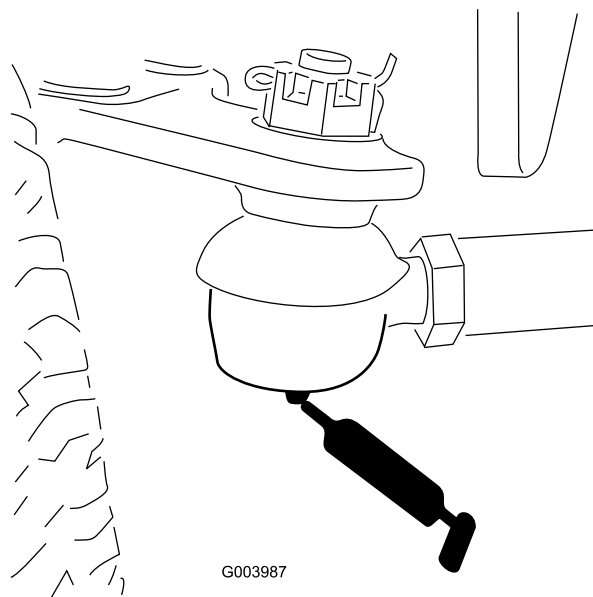

Рисунок 46
- Тяги заднего моста (2 шт.) (Рисунок 46)